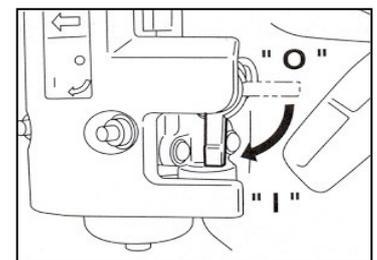

Figure 5
- Ouvrez le robinet du carburant. (Fig. 5)